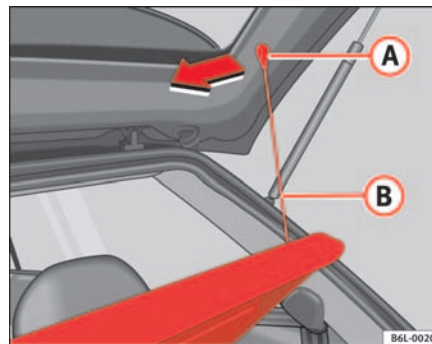

Abb. 84 Hutablage
- Die Stäben ⇒ Abb. 84 **B** aus den Aufnahmen **A** aushängen